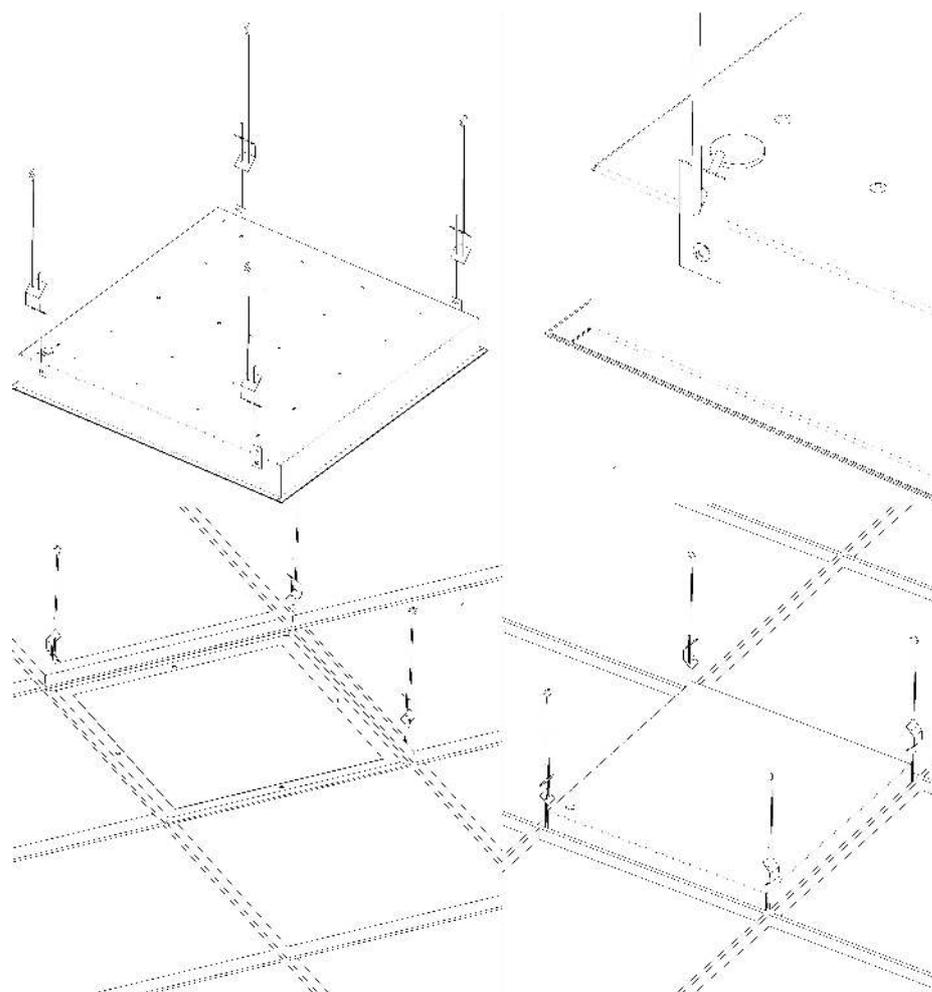

Рисунок 2.2 - Схема установки светильников в подвесной потолок "Griliato".
5.5 Установка светильника в подвесной потолок "GriLiato": Установите корпус в сборе в подвесной потолок согласно схеме (рисунок 2.2)